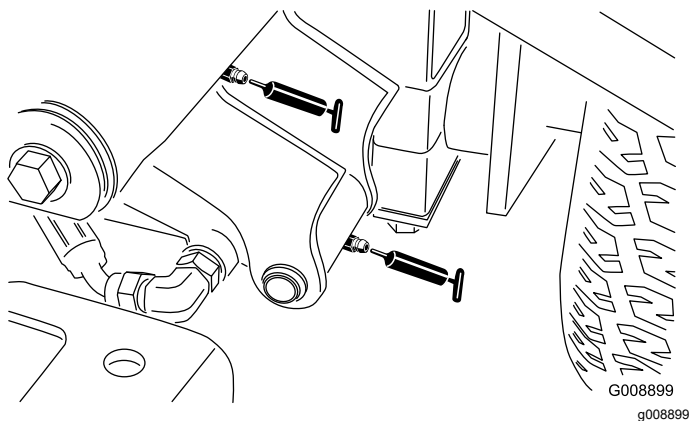

Figura 65
- Pivote y cilindro de elevación del brazo de elevación delantero izquierdo (2 acoplamientos – Figura 65)